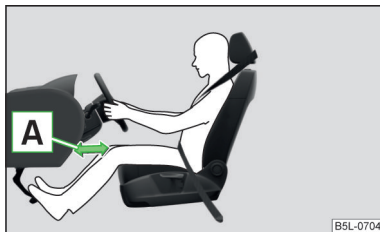

Fig. 144
- Ajuste el asiento del conductor longitudinalmente de forma que la distancia de las piernas [A] hasta el tablero de instrumentos en la zona del airbag de rodillas sea al menos de 10 cm » fig. 144. En caso de que no sea posible cumplir esta condición debido al tamaño del cuerpo, se debe acudir a un taller especializado.